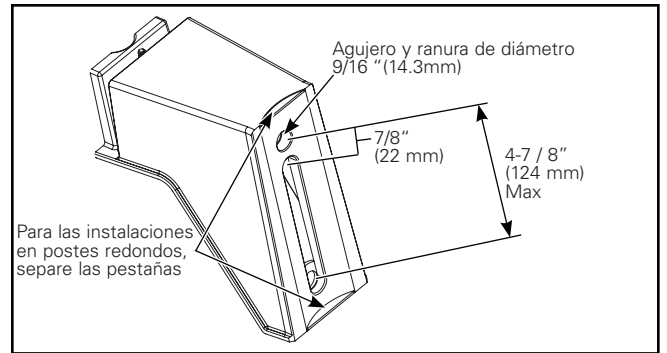

Figura 10.
2. El brazo de montaje en poste está diseñado para un poste cuadrado o redondo. La instalación en poste redondo requerirá la remoción de las lengüetas desprendibles del brazo de montaje. Use alicates para quitar las pestañas. (Figura 10.)